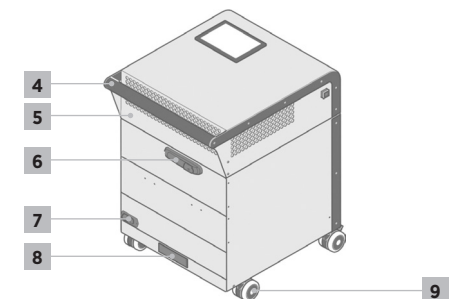

Abb. 4: TK 850 Rück- und Innenansicht
1. Stecken Sie das mitgelieferte Stromanschlusskabel in den Einbau-Gerätestecker an der Geräterückseite (siehe Abb. 4, Pos. 7 auf Seite 13).
3. Schalten Sie das Gerät am Hauptschalter neben dem Gerätestecker (siehe Abb. 4, Pos. 7 auf Seite 13) ein.